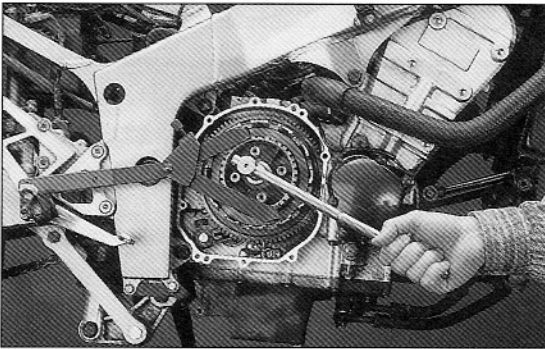

Bild 184
- Mit Universal-Kupplungshalter Nabe (Innenkorb) gegenhalten und Kupplungsmutter ausdrehen (Bild 184).